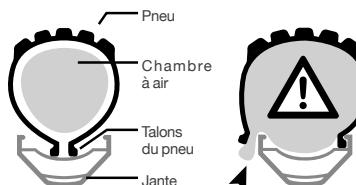

Figure 26. Talons du pneu en fond de jante
- Dégonflez la chambre à air et placez les talons du pneu en fond de gorge de la jante (Figure 26).